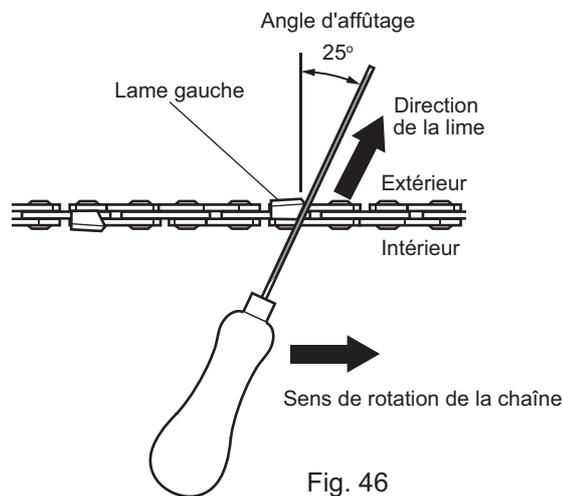

Fig. 46
- > Limez perpendiculairement au guide-chaîne, selon un angle de 25° par rapport au sens de la marche. (Fig. 46)